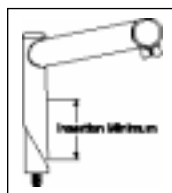

Fig. 1
4. Sur les tubes pivots filetés, introduisez une longueur minimum de potence en accord avec les normes CPSC et JIS. La potence doit pénétrer le tube d'une longueur au moins égale à 2,5 fois le diamètre de la potence à son extrémité inférieure, pas celle en biseau (voir Fig. 1).